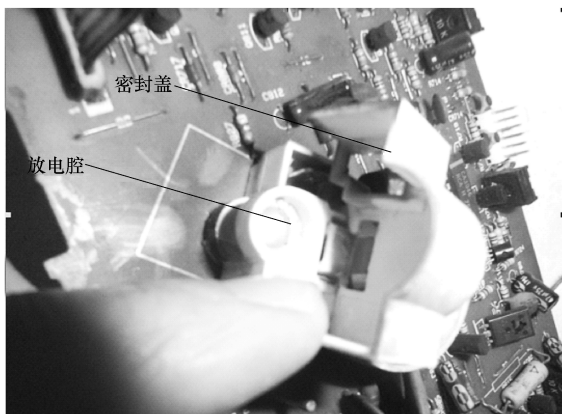

图 3-10 放电腔
2) 放电腔因受潮、氧化使腔内绝缘性能降低，打开管座上封盖可见两放电极板（或放电环，见图 3-10）表面已被一层厚厚的“绿霉”所覆盖，严重时连绝缘槽四周均被“染绿”。这时聚焦极电压会大幅下降，致使阴极发射的电子束不能被良好聚焦而引起的。故障表现为电视机需较长时间预热后，图像才渐渐清晰。处理方法是更换管座。如暂无同类管座代换，也可进行除锈、清洗、烘干等应急维修，一旦有同类管座，应及时更换。